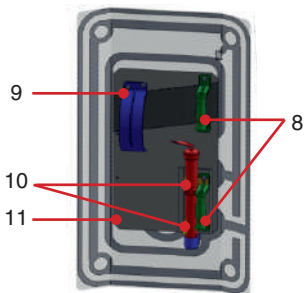

Рис. 3
1.3.3 На внутренней стороне корпуса изделия исп. «Тип 01» размещены (рис. 3):
- рукоятки (8) и ручка (9), предназначенные для надежного удерживания изделия;
- скобы (10), предназначенные для крепления ЭШУ к изделию;
- амортизатор (11), предназначенный для дополнительной внутренней изоляции изделия.